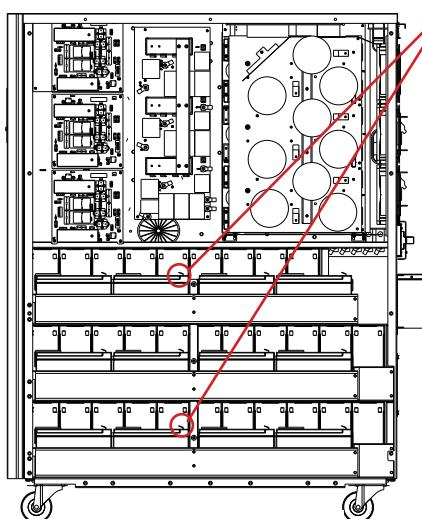

Figure 3.3
- 3) Pour les unités de 30 kVA et 40 kVA avec batteries internes, il y a quatre câbles de batteries qui sont déconnectés à des fins d'expédition (voir Figures 3.3 et 3.4). Ces quatre câbles (deux du côté gauche et deux du côté droit) devront être reconnectés pour un bon fonctionnement de l'armoire de batteries.